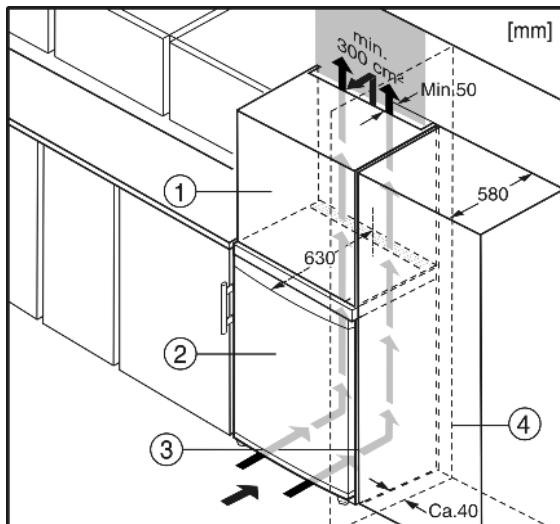

Fig. 5
- (1) Élément haut
- (2) Appareil
- (3) Placard de cuisine
- (4) Mur
L'appareil peut être entouré de meubles de cuisine. Pour adapter l'appareil Fig. 5 (2) à la hauteur des placards de la cuisine intégrée, on peut placer un élément haut Fig. 5 (1) au-dessus de l'appareil.
Lors de la transformation avec des placards de cuisine (profond. max. 580 mm) l'appareil peut être placé directement à côté du placard Fig. 5 (3). La porte de l'appareil saillit latéralement de 34 mm et au milieu de l'appareil de 50 mm par rapport à la face avant du placard de cuisine. Ainsi, elle se laisse ouvrir et fermer sans problèmes.
Si l'appareil est installé avec les charnières à côté d'un mur Fig. 5 (4), la distance entre l'appareil et le mur doit être de 40 mm min. Ceci correspond à la saillie de la poignée lorsque la porte est ouverte.